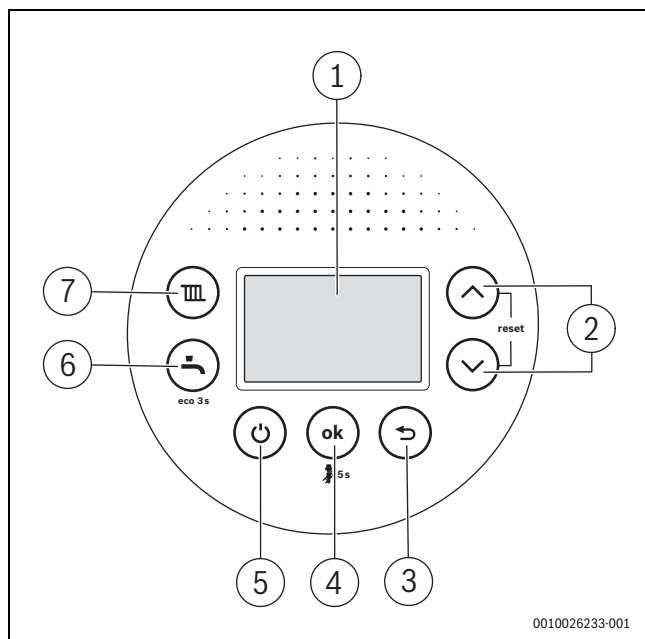

Fig. 4 Aperçu du tableau de commande
Après la mise en service, la touche  (→ fig. 4, [5]) démarre ou arrête simultanément le chauffage et la production d'eau chaude sanitaire sans interrompre l'alimentation électrique.
- En fonctionnement normal, désactiver l'appareil avec la touche  (→ fig. 4, [5]).